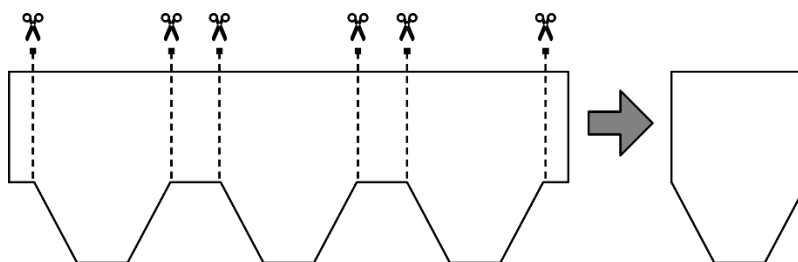

Fig. 10 - Preparazione elementi colmo
- Predisporre gli elementi di colmo andando a tagliare in tre pezzi una tegola intera - Fig. 10.